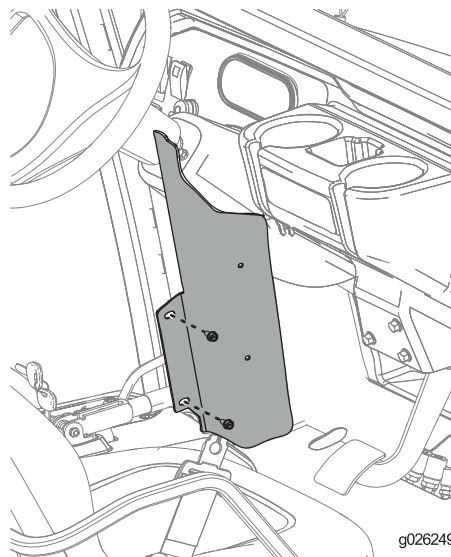

Рисунок 46
3. Установите боковые панели на каждой стороне автомобиля, используя 2 болта (¼ дюйма), как показано на Рисунок 46.